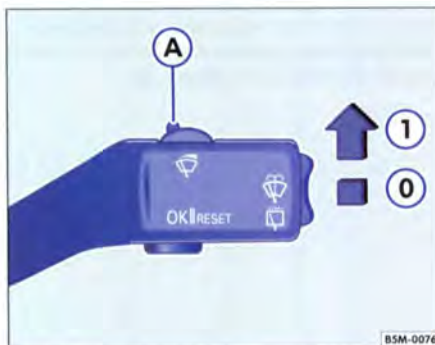

Fig. 44 Levier d'essuie-glace et de lave-glace : réglage du détecteur de pluie (A)
- Amenez le levier des essuie-glace en position ⇒ fig. 44 (1).
- Déplacez la commande (A) vers la gauche ou vers la droite pour régler la sensibilité du détecteur de pluie à votre convenance. Commande vers la droite - haute sensibilité. Commande vers la gauche - faible sensibilité.